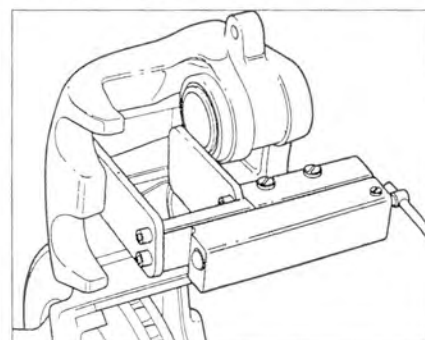

Рис. 8.11. Запрессуйте поршень в тормозной суппорт.
6. Запрессуйте поршень в тормозной суппорт (рис. 8.11).